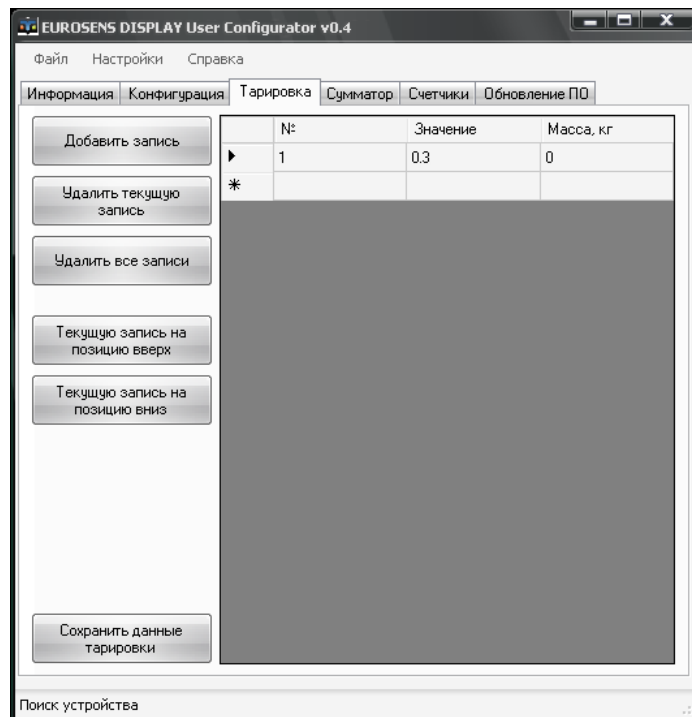

Рис.46
7) Нажать кнопку **"Добавить запись"** (рис.46).
8) Внести в первую строку таблицы в графе **"Значение"** значение напряжения, соответствующее минимальной нагрузке на ось (рис.46). Значение массы в таблице (см. графа **"Масса, кг"**) должно быть равно нулю.